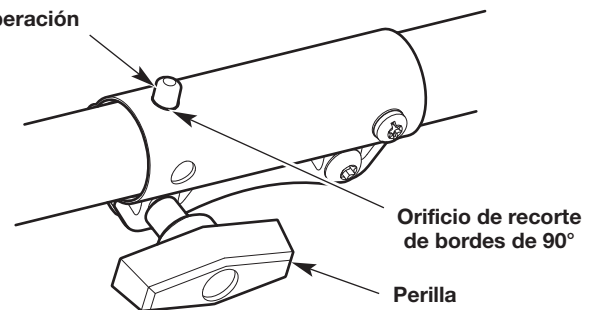

Fig. 15
1. Gire la perilla en el sentido contrario a las agujas del reloj para aflojar el acoplador (Fig. 15).
2. Oprima y mantenga apretado el botón de liberación (Fig. 15).
3. Rote el accesorio hasta que el botón de liberación entre a presión firmemente dentro del orificio de rebordes de 90° (Fig. 15).
4. Gire la perilla en el sentido de las agujas del reloj para apretar el acoplador (Fig. 15).